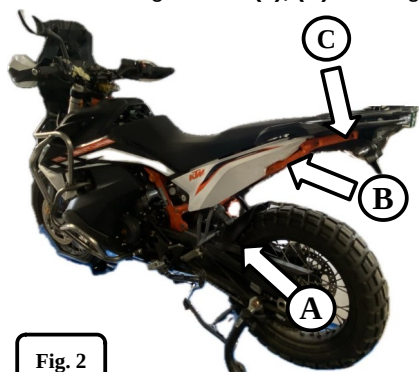
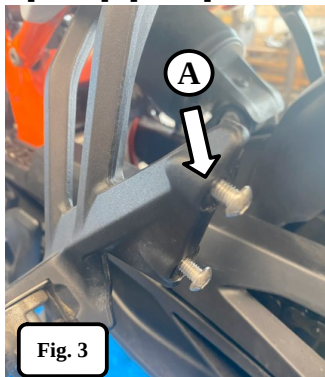
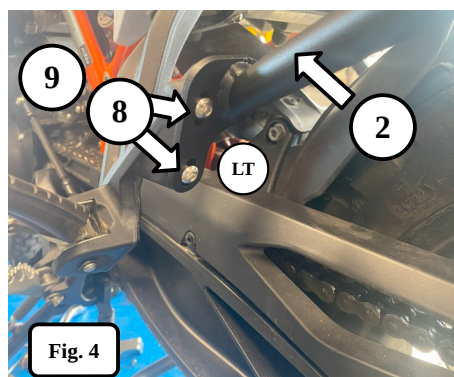

Fig. 2
Fig. 3
Fig. 4
ENG 1. Remove the screws (A), (B), (C). [Fig.2] / [Fig.3]. Attach the Side luggage rack (2) with bolt (8) and washer (9), (B) [Fig.1] / [Fig.4].
PL 1. Odkręcić śruby (A),(B),(C).[Fig.2] / [Fig.3]. Przykręć Stelaż (2) śrubą (8) z podkładką (9), (B) [Fig. 1] / [Fig. 4].
DE 1. Schrauben (A), (B), (C) lösen. [Abb. 2] / [Abb. 3]. Seitlicher Gepäckträger (2) mit Schraube (8) und Unterlegscheibe (9), (B) befestigen [Abb.1] / [Abb.4]